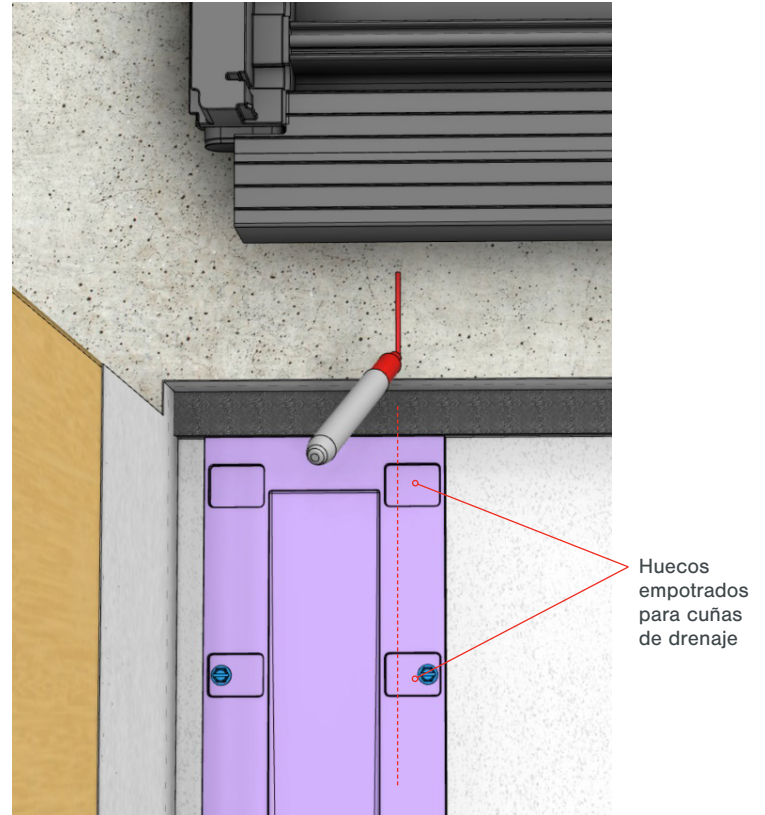

Fig 14
- Con el umbral colocado justo dentro de la abertura en bruto, marca las ubicaciones de los huecos empotrados de las cuñas de drenaje en el piso interior inacabado; consulta la Fig. 14.
- Intente alinear las marcas con el lado opuesto de los huecos empotrados que contienen el sujetador utilizado para fijar la cuña (Fig. 14).